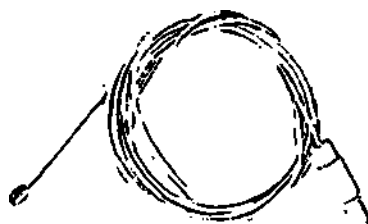

Рисунок 2-16. Поверхностный (накожный) датчик температуры.
- поверхностный (накожный) (см. рис. 2-16);
По 2-му каналу температуры результаты измерений отображаются в режиме температуры по 2-му каналу или в режиме разницы температур по 1-му и 2-му каналам (см. п. 1.3.15 и рис. 2-16). Если хотя бы по одному из каналов индицируются символы «-,-», то в режиме отображения разности температур также будут индицироваться «-,-».
В любом температурном канале могут быть независимо установлены свои индивидуальные и независимые значения верхних и нижних порогов тревоги (см. п. 1.3.10 и рис. 2-16).
Поверхностный (накожный) датчик температуры выполнен в виде таблетки (см. рис. 2-16). Он устанавливается на любом участке тела пациента и фиксируется полоской лейкопластыря, а также может располагаться без дополнительной фиксации в крупных естественных складках кожи (подмышечной впадине, паховой складке, под молочной железой у женщин) или просто подкладываться под тело пациента. Дополнительная фиксация требуется только у активных пациентов.